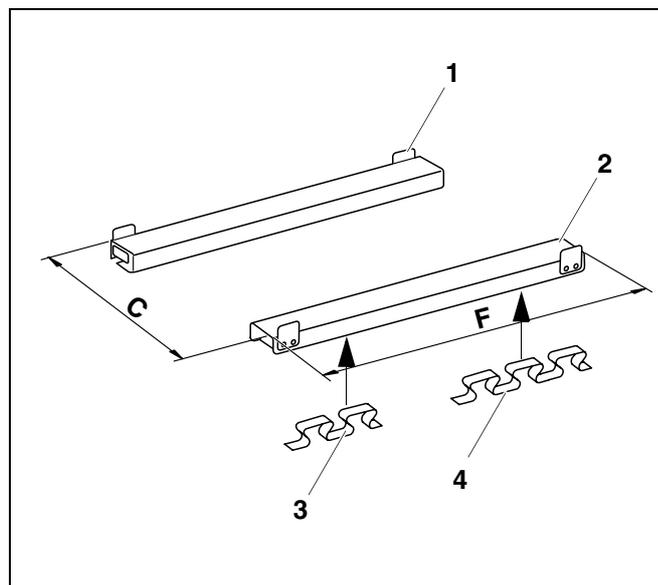

Fig. 3 Basamento fonoassorbente
- Collocare l'elemento lungo della staffa fonoassorbente longitudinale (fig. 3, **pos. 4**) in posizione anteriore e l'elemento corto (fig. 3, **pos. 3**) in posizione posteriore sotto la guida profilata a U (fig. 3, **pos. 2**).
- Posizionare la caldaia sul basamento e allinearla. Controllare che il basamento della caldaia sia allineato al pannello posteriore della caldaia. Far aderire le piastrine d'arresto (fig. 3, **pos. 1**) alla guida a U della caldaia.